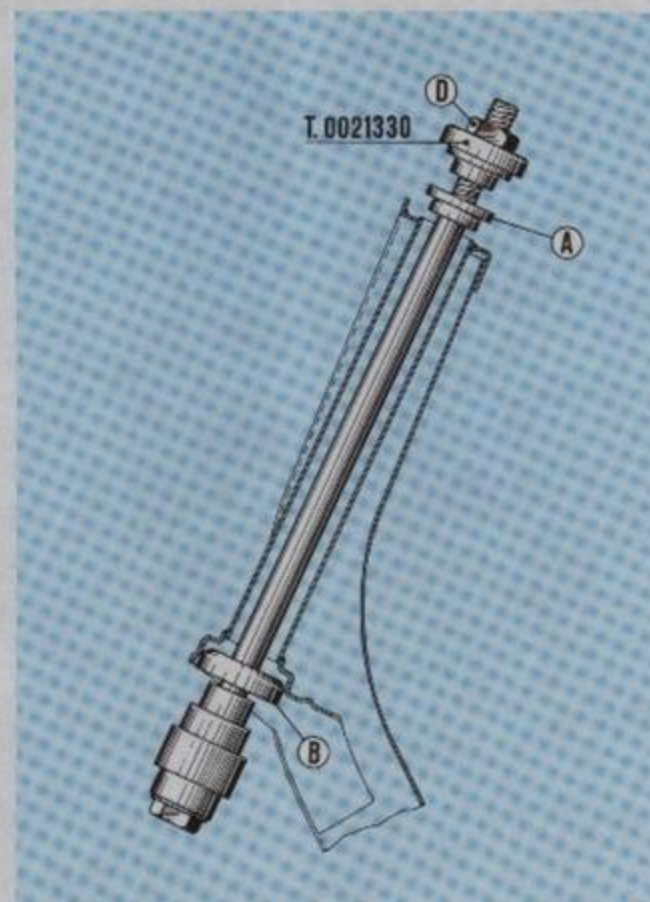

Fig. 84
**Fig. 84. Pista inferior cojinete superior y pista superior cojinete inferior:** Abocar sobre el tubo de guía de dirección las pistas «A» y «B», introducir desde el lado superior del tubo de guía el útil